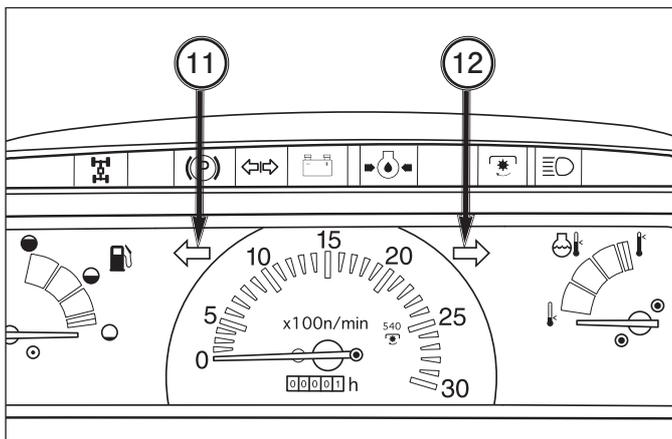

FIG. 4-10
**FIG. 4-10:** Les témoins de clignotant 11 et 12, s'allument en même temps que les clignotants montés sur l'arceau de sécurité. Le conducteur voit ainsi facilement la sélection des clignotants.